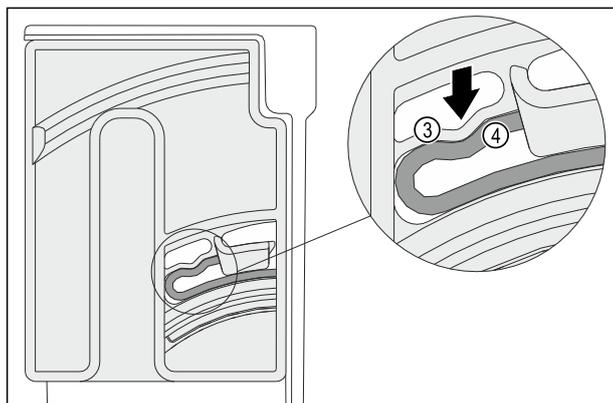

Fig. 150
- ▶ 旋转单元的弹性元件 Fig. 150 (3)卡入圆弧形滑条 Fig. 150 (4)中，发出咔哒声。